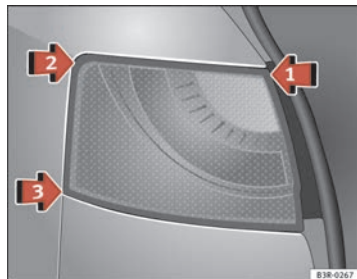
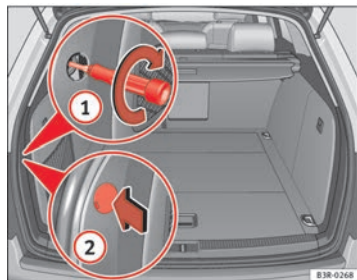

Fig. 230 Montaggio del fanale di coda
Fig. 231 Bagagliaio: posizione della vite di fissaggio del gruppo ottico posteriore
- Sistemare il fanale di coda nella sua conca cominciando dal punto ⇒ fig. 230 freccia ①.
- Premere quindi il fanale di coda nella sua conca prima nel punto ② e poi nel punto ③, finché le clip non si trovano ben fissate nei supporti in gomma.
- Premere leggermente dall'esterno il fanale di coda e fissarlo dalla parte del bagagliaio con la vite ⇒ fig. 231 ①.
- Riapplicare la copertura della vite con la fessura rivolta verso la coda della vettura ②.